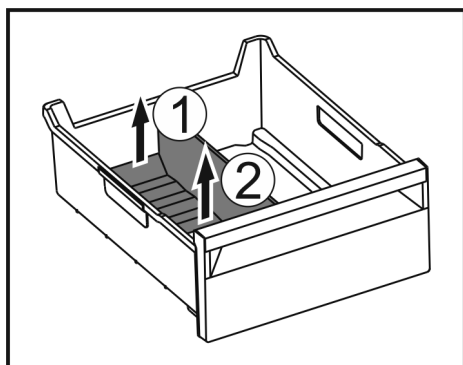

Fig. 138
- ▶ Підняти задню частину перегородки відділення для льоду. Fig. 138 (1)
- ▶ Вилучити перегородку рухом вгору. Fig. 138 (2)